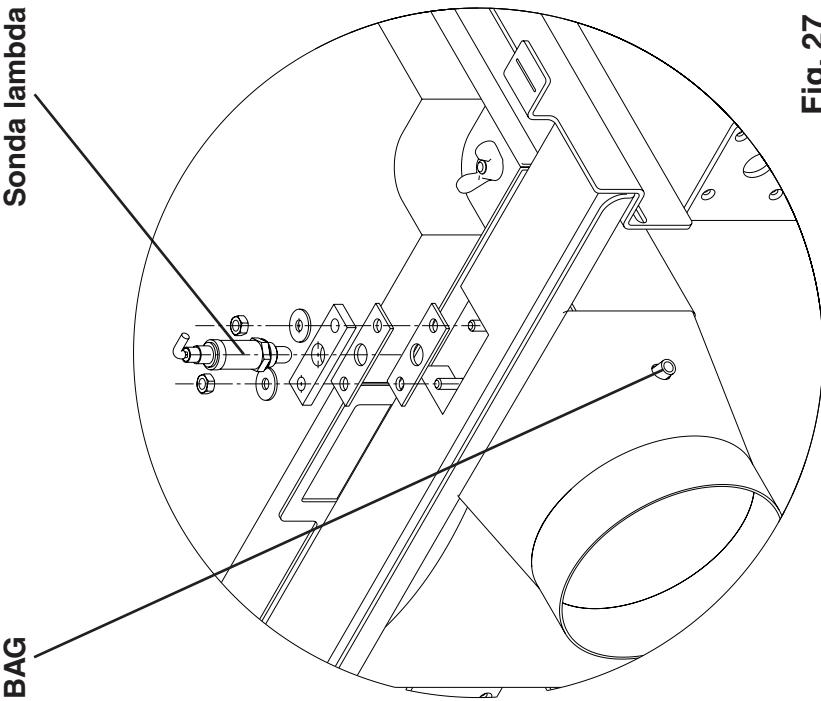

Fig. 27
- Inserire il sensore della temperatura della caldaia (BK) dal dispositivo di controllo della temperatura nella boccola ad immersione e fissarlo. Nella stessa boccola ad immersione è necessario inserire il sensore della temperatura del limitatore di sicurezza (STB) in fase di montaggio del rivestimento.
- Montare la sonda lambda (vedere Fig. 27).